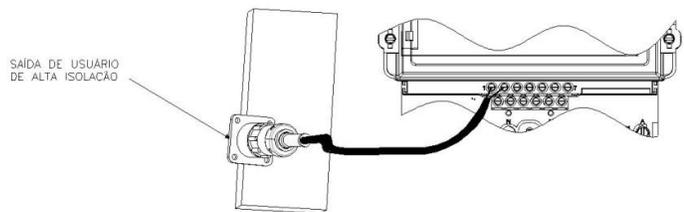

Figura 3.10 – Conexão da saída de usuário do ELO2173 através de um cabo de alta isolamento (óptico).
**OBSERVAÇÃO:** O esquema da figura 3.10 é apropriado para sistemas de potencia em baixa tensão, mas onde a carga do